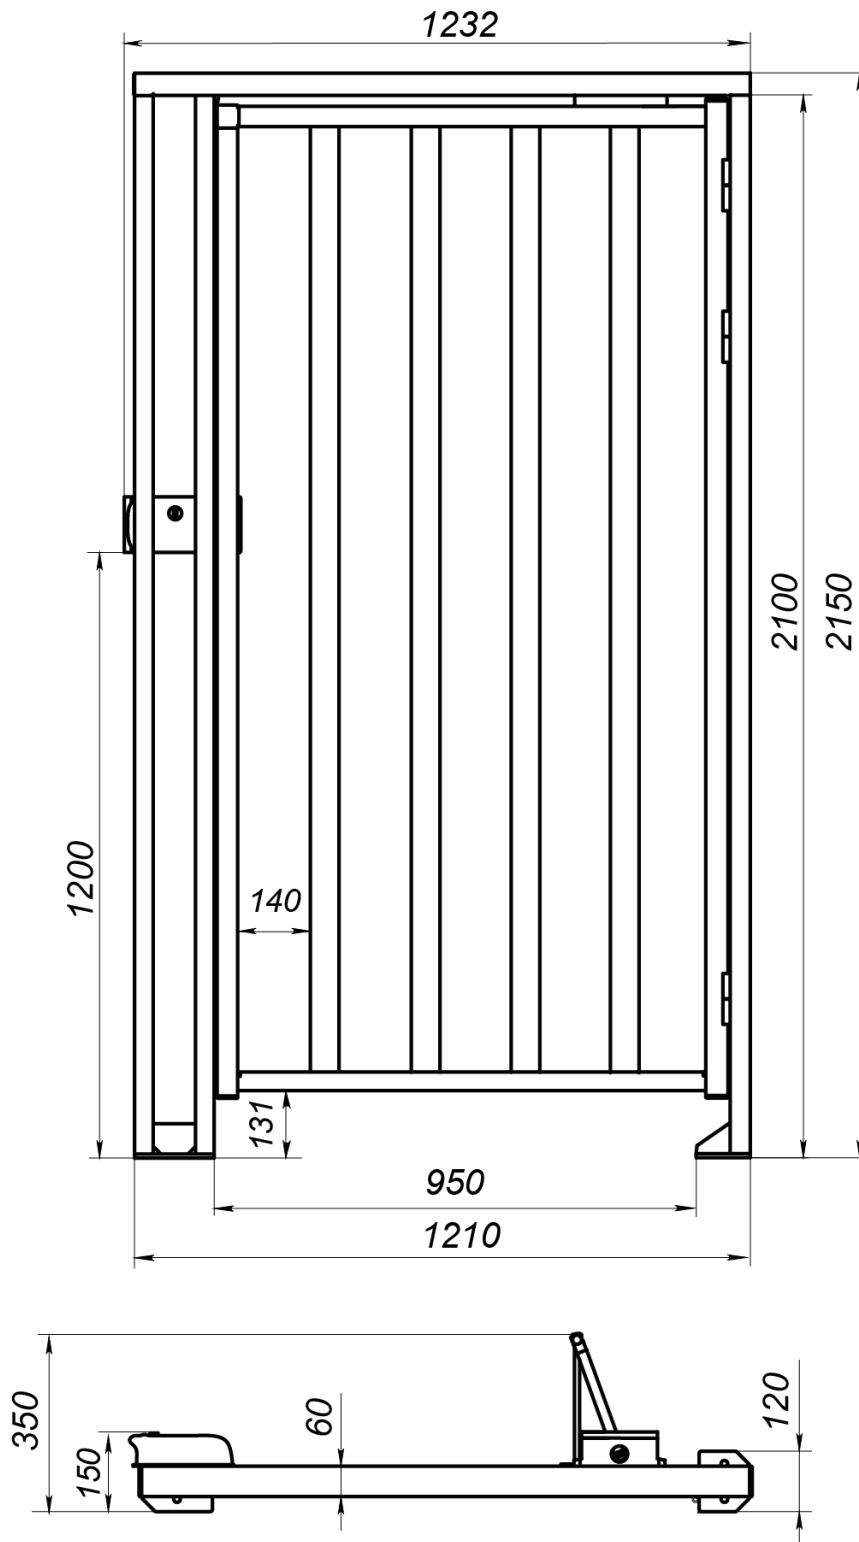
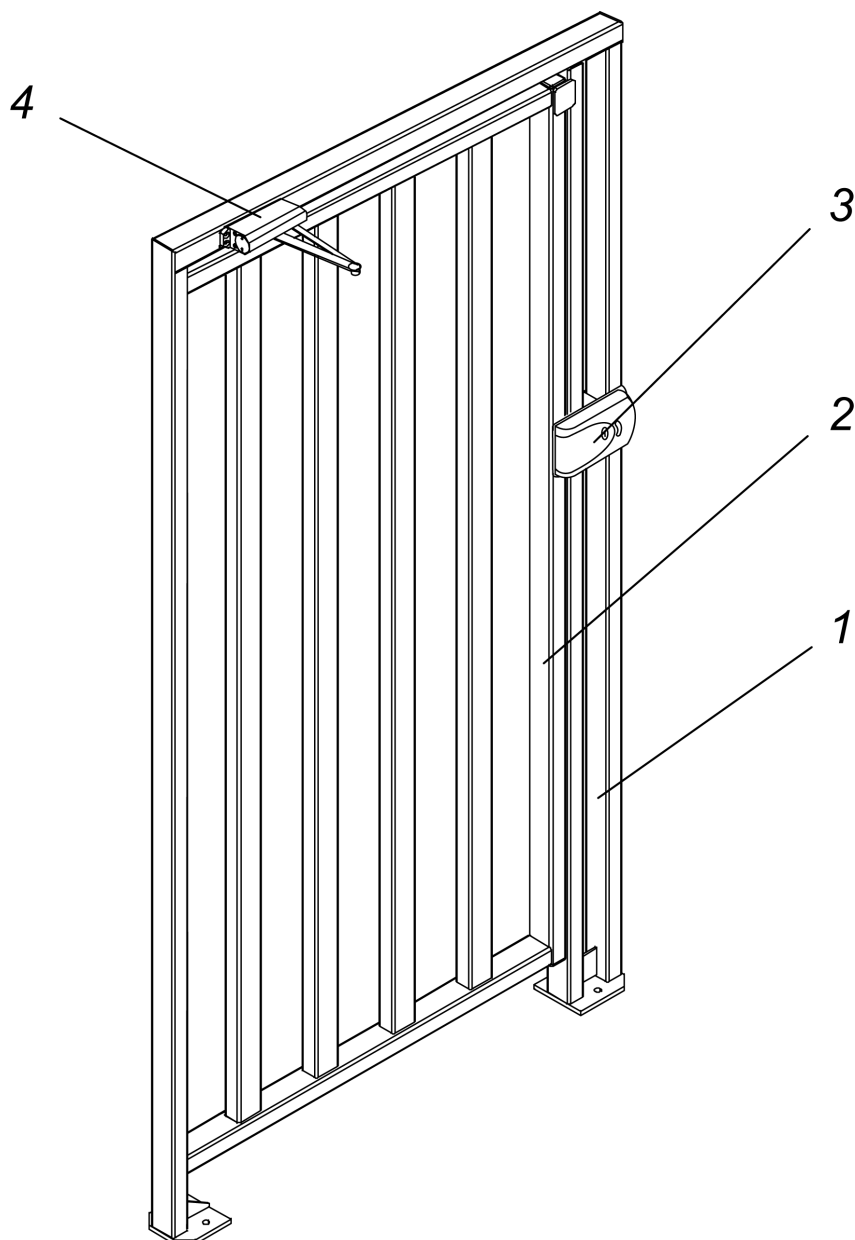

Рисунок 1. Габаритные и промежуточные размеры калитки PERCo-WHD-15
Рисунок 2. Общий вид калитки PERCo-WHD-15
1 Габаритные размеры изделия представлены также на рис. 1
Устройство калитки показано на рис. 2. Габаритные размеры калитки указаны на рис. 1. Номера позиций в тексте руководства даны в соответствии с рис. 2, если не указано иначе. Калитка состоит из: рамы (1), створки (2), замка электромеханического (3), доводчика (4).
*Рама* (1), состоящая из трех соединенных между собой поперечиной вертикальных стоек, и *створка* (2) изготовлены из высокопрочного алюминиевого профиля и поставляются в собранном с помощью петель виде с установленным на раме *электромеханическим замком* (3). При монтаже калитки к раме и к створке крепится гидравлический *доводчик* (4), возвращающий створку в исходное положение после прохода. Калитка крепится к установочной поверхности анкерными болтами через четыре монтажных отверстия во фланцах стоек.